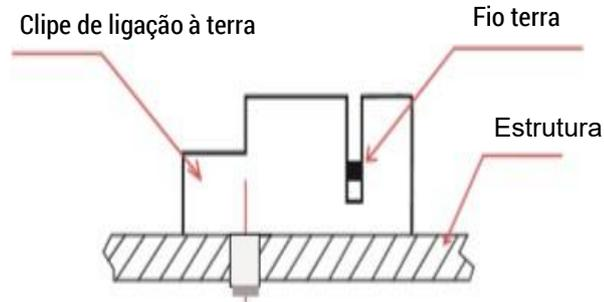

Figura 2
- Como apresentado na **Figura 2**, o conjunto do clipe de ligação à terra é constituído por uma corredeira, uma base e um parafuso autorroscante autocaptante ou um parafuso 8-32 e uma porca sextavada. O clipe de ligação à terra pode receber fios de cobre sólidos não isolados de tamanho 10 ou 12 AWG.